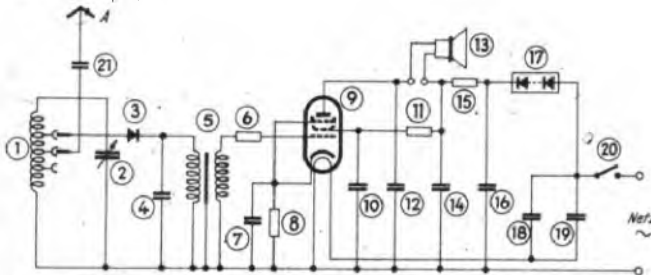

Bild 3. Schaltung des Detektorempfängers mit NF-Verstärkerstufe RV 12 P 2000 oder RV 12 P 4000
**Detektorempfänger mit NF-Verstärkerstufe (Bild 3)**